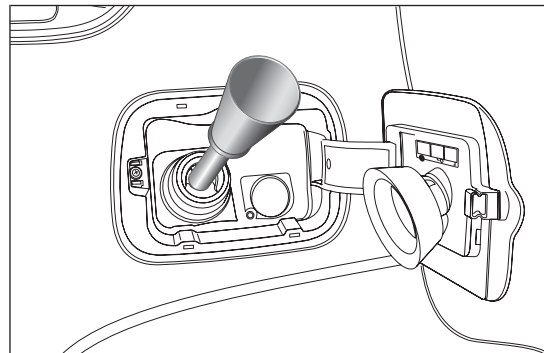

fig. 76
- ☐ introducir el adaptador B en la boca de llenado, tal y como se indica en fig. 76 y proceder al repostado;